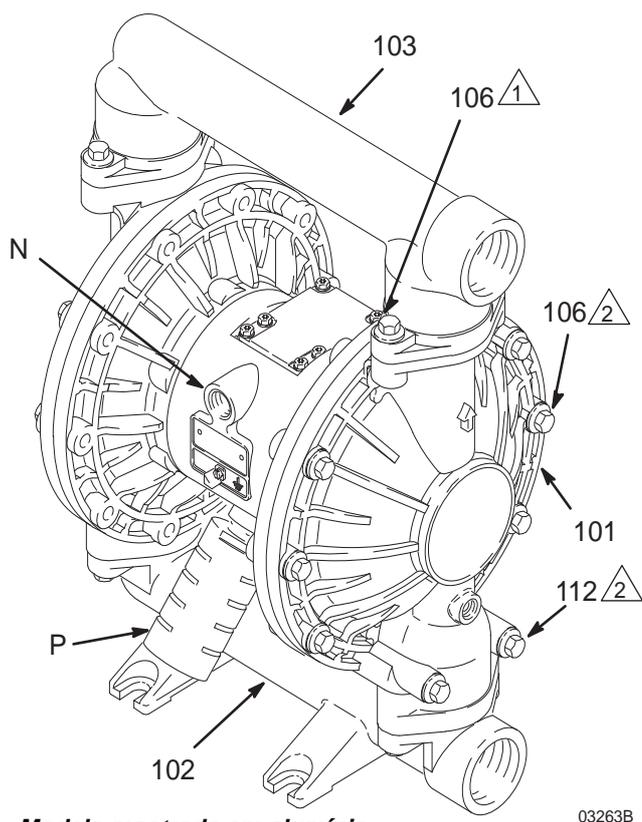

FIG. 3
- Eleve a bomba agarrando com firmeza na tubagem de saída (1). Consulte a FIG. 3 na página 10.
- a. Instale um regulador de ar (C) e um indicador para controlar a pressão do produto. A pressão de saída do produto vai ser a mesma que a configurada no regulador de ar.
- b. Instale uma válvula pneumática principal de sangrar (B) perto da bomba e use-a para aliviar o ar preso. Consulte acima a **ADVERTÊNCIA**. Localize a outra válvula pneumática principal (E) a montante de todos os acessórios da linha de adução de ar e use-a para os isolar durante a limpeza e reparação.
- c. O filtro da linha de adução de ar (F) remove a sujidade e humidade nocivas do fornecimento de ar comprimido.
2. Instale um tubo de ar flexível (A), ligado à terra, entre os acessórios e a entrada de ar da bomba (N) de 1/2 npf(f). Consulte a FIG. 3. Utilize um tubo de ar com um DI mínimo de 1/2 pol. (13 mm). Aperte um acoplador de desengate rápido da linha de adução de ar (D) na extremidade do tubo flexível pneumático (A) e aparafuse o acessório correspondente na entrada de ar da bomba. Não ligue o acoplador (D) ao acessório até que a bomba esteja pronta para funcionar.